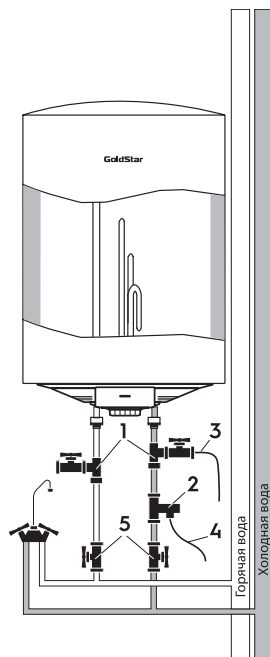

Рис. 5
2. Подключение обратного предохранительного клапана (рис.5, поз. 2): клапан следует устанавливать в месте входа холодной воды (удостоверьтесь, что гибкая сливная трубка (рис.5, поз. 4) установлена, на отверстие спуска давления и слива воды и направлена вниз в специальный дренаж для удаления воды).
3. При подключении к системе водоснабжения необходимо предусмотреть и реализовать установку индивидуальных запорных вентилей (рис. 5, поз. 5) на линии подачи холодной воды в водонагреватель и на линии выхода горячей.
5. Для упрощения процесса слива воды из водонагревателя рекомендуется на входе и выходе воды из водонагревателя установить тройники (рис. 5, поз.1).